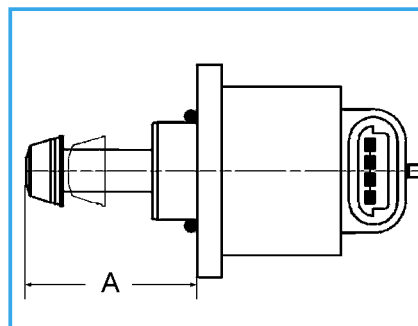

Fig. 5 A – Medida de ajuste para el montaje provisional 35 a 36 mm
- Sacar cono de ajuste del motor hidráulico paso a paso cuidadosamente (sin ejercer fuerza) hasta alcanzar la medida „A“, fig. 5 (no sacarlo completamente).